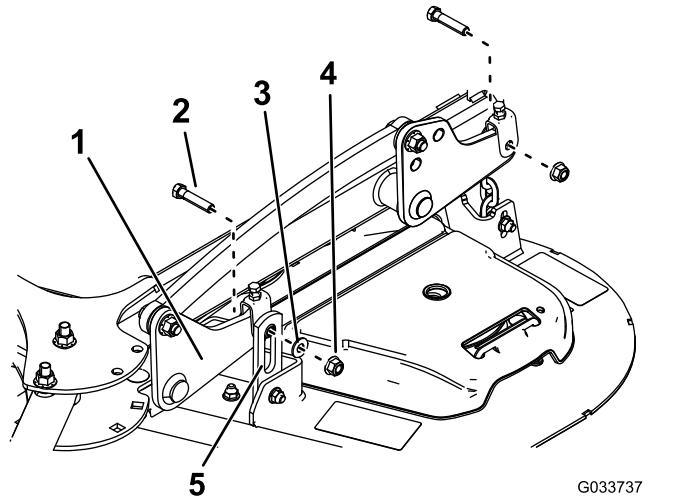
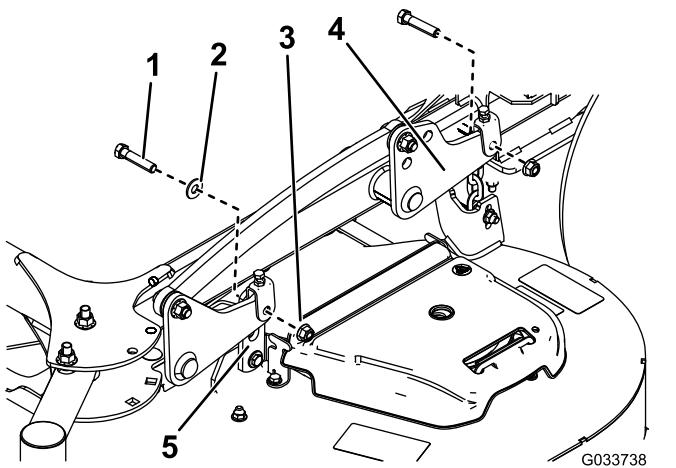

Figure 93
Figure 94
5. Retirez les 2 boulons, les 2 écrous et la rondelle qui fixent les pattes de support du tablier aux plaques de levage des deux côtés du tablier de coupe (Figure 93 et Figure 94).
- Remarque:** Pour les les tabliers de 132 cm (52 po), montez les pattes de support avant à l'extérieur des bras de levage avant (Figure 93). Pour les les tabliers de 152 cm (60 po), montez les pattes de support avant à l'intérieur des bras de levage avant (Figure 94).